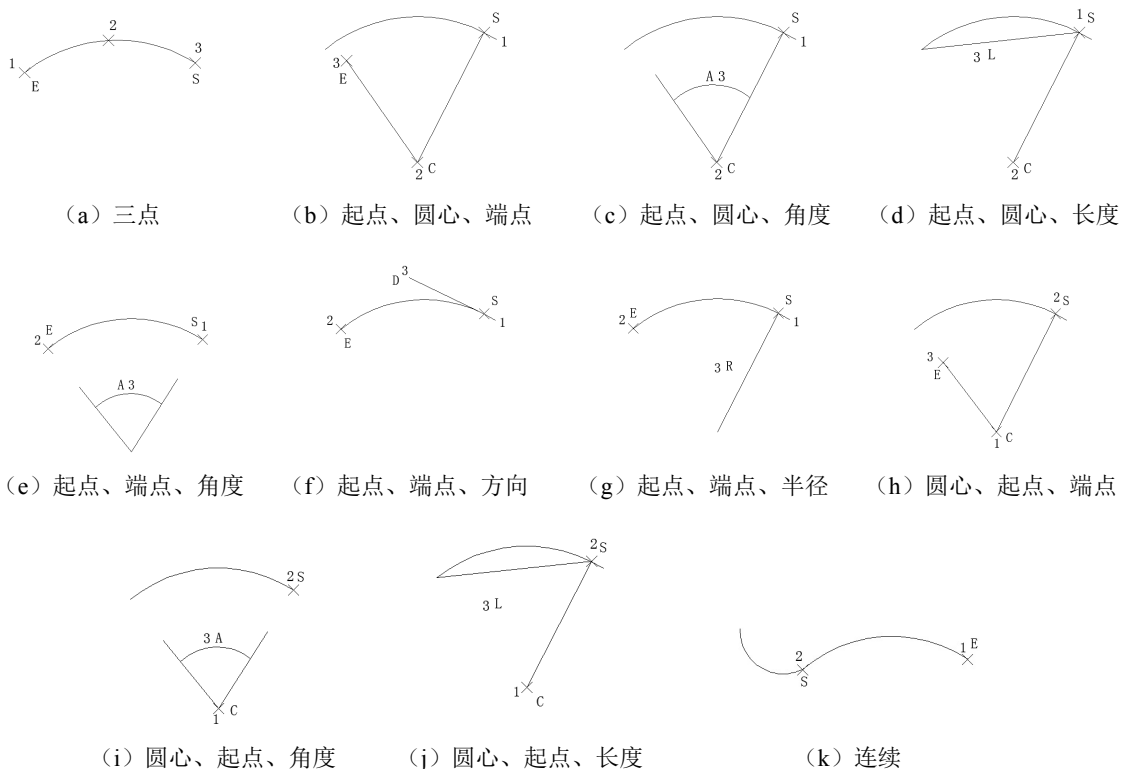

图 2-36 11 种画圆弧的方法
(1) 用命令行方式画圆弧时, 可以根据系统提示选择不同的选项, 具体功能和用“绘图”菜单中的“圆弧”子菜单提供的 11 种方式相似, 这 11 种方式如图 2-36 所示。